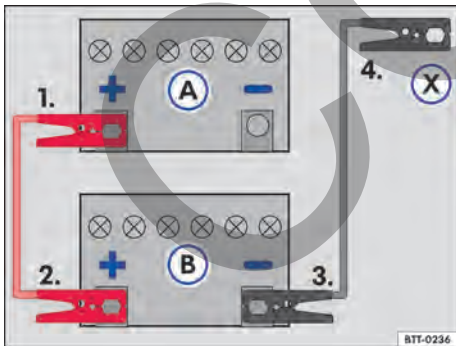

Fig. 189 Esquema para la conexión de los cables auxiliares de arranque: batería del vehículo descargada (A) y batería del vehículo que provee la corriente (B).
Leyenda para → fig. 189:
- Conectar un extremo del cable auxiliar de arranque rojo al polo positivo → fig. 189 (+) del vehículo con la batería del vehículo descargada (A) → ⚠.
- Conectar el otro extremo del cable de arranque auxiliar rojo al polo positivo (+) de la batería del vehículo que suministra corriente (B).
- Conectar un extremo del cable de arranque auxiliar negro al polo negativo (-) de la batería que brinda corriente (B) al vehículo.
- Conectar el otro extremo del cable de arranque auxiliar negro (X) al vehículo con la batería del vehículo descargada en una pieza maciza de metal atornillada firmemente al bloque del motor o en el mismo bloque del motor - aunque no cerca de la batería (A) → ⚠.